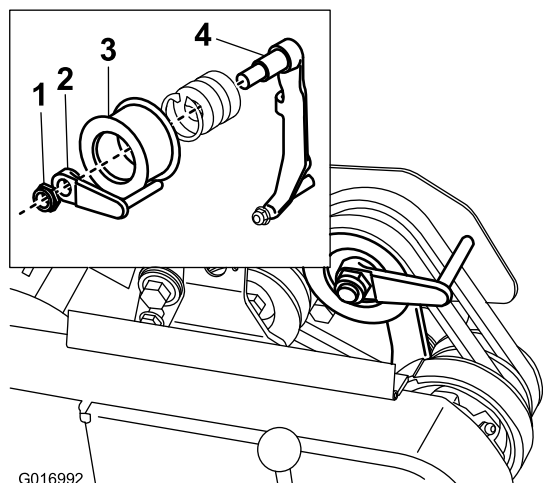

Bild 44
8. Wenn Sie das Schieben oder Ziehen der Maschine ohne Starten des Motors vereinfachen möchten, stellen Sie den Riemenführungseinsatz ein (Bild 44). Gehen Sie folgendermaßen vor: